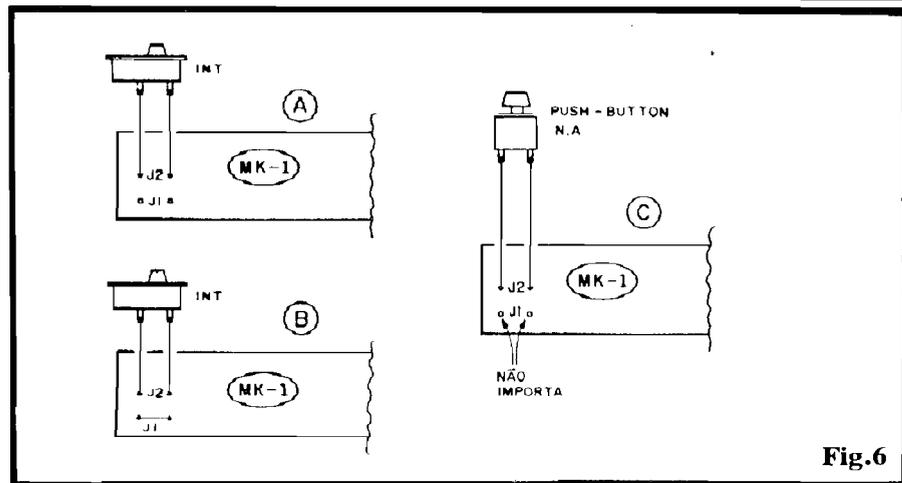

Fig. 6
- FIG. 6 - VARIAÇÕES NOS CONTROLES (MK1) - Independente da ação da chave geral de alimentação, o uso dos pontos de controle representados por "J1" e "J2" permitem algumas interessantes variações, plenamente utilizáveis pelo Hobbyista em função da aplicação final desejada para o circuitinho... Com a disposição sugerida em 6-A, ao ser ligado o interruptor extra, a melodia programada será executada apenas **uma vez**, do início ao fim, emudecendo ao final, **mesmo** que o tal
Qualquer das funções de chaveamento mostradas na fig. 6 (e mesmo a mera interrupção geral da alimentação, conforme fig. 4) pode